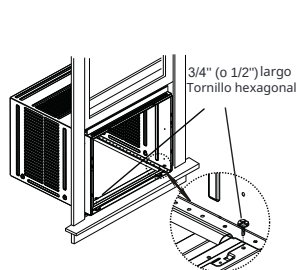
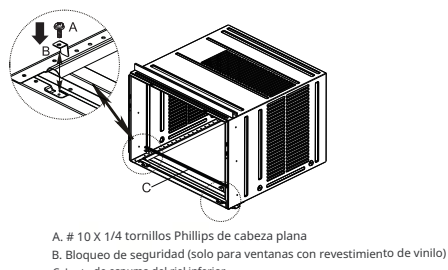

Fig.13
Fig.13B
4. Para ventana de madera: Fije el mueble al borde interior de la ventana con dos tornillos en los agujeros (Fig.13) (Puede que desee hacer agujeros piloto previamente). Para ventana con revestimiento de vinilo: Coloque dos bloqueos de seguridad en los agujeros ubicados en la parte inferior del mueble y conduzca dos tornillos de cabeza Phillips de 1/4" #10X1/4" a través de los bloqueos de seguridad en el mueble como se muestra (Fig.13B).